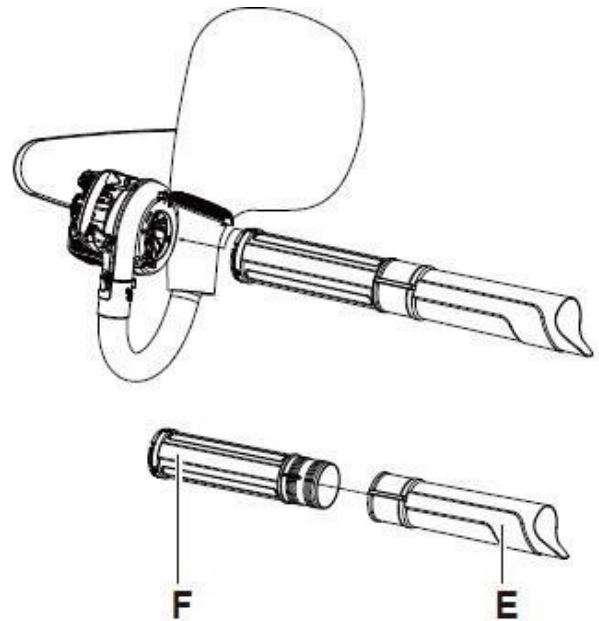

Fig. 7
- 4) Monteer de onderste vacuÛmbuis (E) op de bovenste vacuÛmbuis (F) en plaats vervolgens de geassembleerde vacuÛmbuizen in het apparaat. Draai de buizen met de klok mee tot de vacuÛmbuizen vastklikken (Fig.7).
- 1) Draai vervolgens de gehele vacuümbuis tegen de klok in uit de machine en draai de delen E en F van de gehele vacuümbuis weg. (Fig.7)